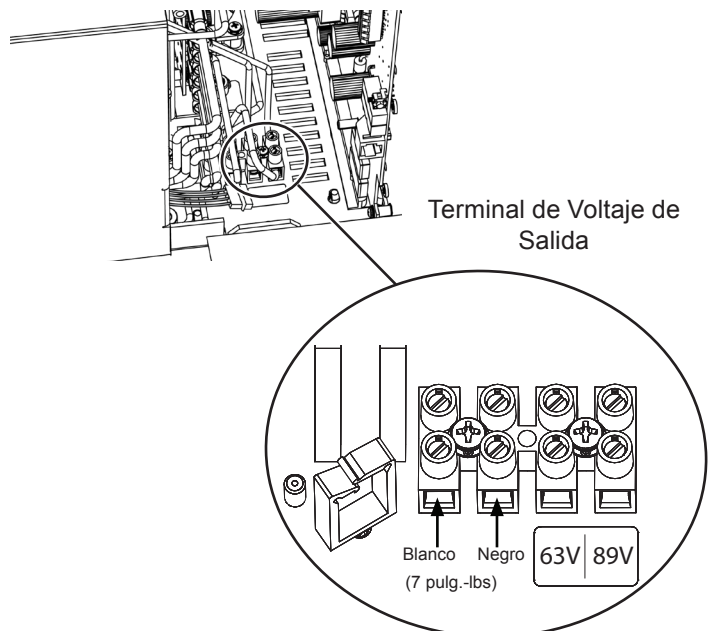

Fig. 2-13, Ubicación de terminal de voltaje y posición del cable
2. Afloje el tornillo del terminal y mueva el Cable de Voltaje de Salida hasta la posición deseada de voltaje de salida en el Terminal de Voltaje de Salida (consulte la Fig. 2-13).